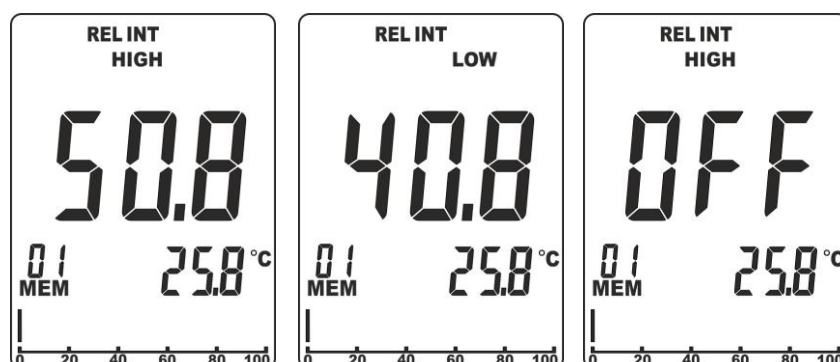

Fig. 6: Configuración umbrales de alarma medida MOI INT y MOI EXT
- Pulse simultáneamente durante algún segundo las teclas **MOI** y **MODE/ZERO**. El símbolo **"HIGH"** se muestra en la parte superior del visualizador (ver el Fig. 6 – parte izquierda)
- Use las teclas flecha ◀ o ▶ para configurar el valor del umbral Máximo en el campo: **0.1% ÷ 99.9%**. En estas condiciones el instrumento emitirá un sonido **continuo** para el valor medido de humedad superior al umbral configurado. Seleccione la opción **"OFF"** para deshabilitar las alarmas (ver el Fig. 6 – parte derecha)
- Pulse la tecla **MEM/ALM** para confirmar y pasar a la configuración del umbral Mínimo. El símbolo **"LOW"** se muestra en la parte superior del visualizador (ver la Fig. 6 – parte central)